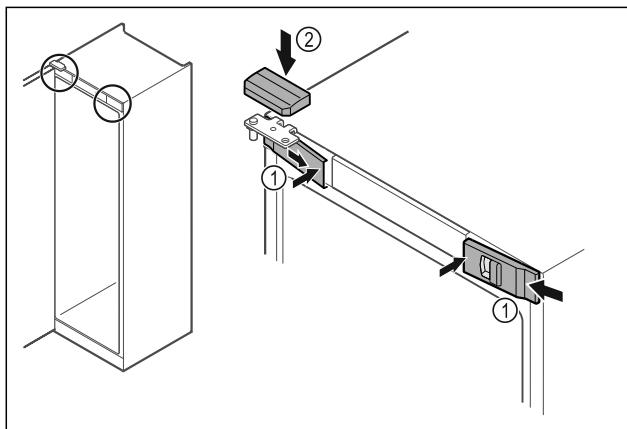

Fig. 48
- Передні кришки Fig. 48 (1) зачепити збоку та зафіксувати всередині.
- Зафіксуйте верхню кришку Fig. 48 (2) зверху.